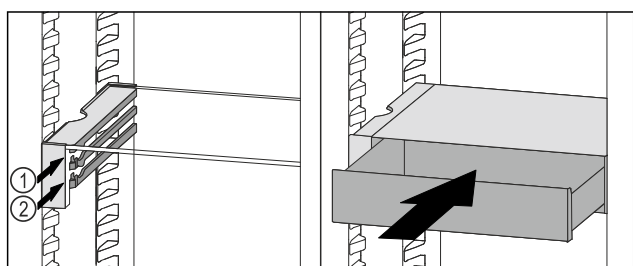

Fig. 246
- ▶ Поставете чекмеджето на VarioSafe зад ограничителите върху желаното ребро Fig. 246 (1) или Fig. 246 (2).